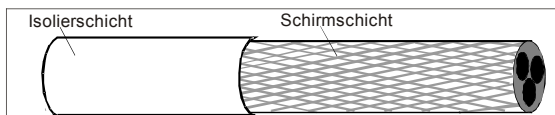

Abbildung 4-3 Kabel-Querschnitt
- Abbildung 4-3 zeigt die Mindestanforderungen an die zu verwendenden Motorkabel. Das Kabel muss aus einer Schicht spiralförmiger Kupferbänder bestehen. Je dichter die Abschirmschicht ist, desto wirksamer wird die elektromagnetische Störung eingeschränkt.